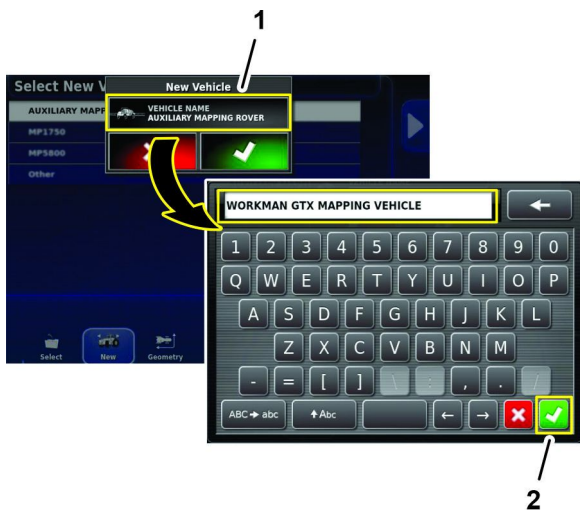

図 186
6. 新規車両のダイアログボックスで車両名アイコンを押し、画面内キーボードを使って車両の名称を入力して承認アイコンを押す 図 186。